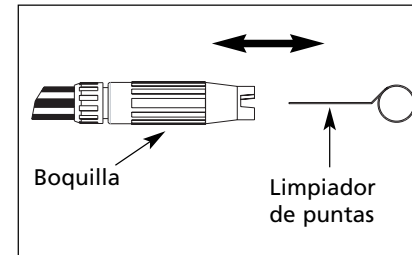

Figura 11
- Usando el limpiador de puntas que se incluye, o un sujetador de papeles desdoblado, introduzca el alambre en el orificio de la boquilla y muévelo hacia adelante y hacia atrás hasta quitar la obstrucción (vea la figura 11).